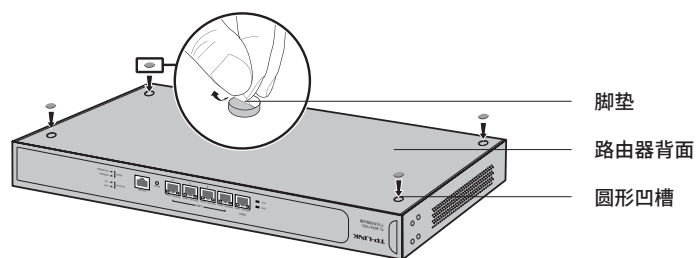

图2-3 桌面安装示意图
2. 逐个揭去4个脚垫的胶面保护纸，分别黏贴在位于机壳底部四角的圆形凹槽中，如图2-3所示；